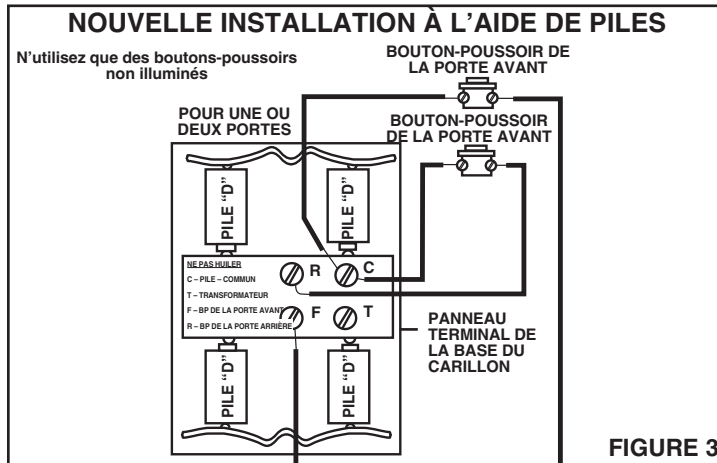

FIGURE 3
3. Passez les fils tel qu'illustré dans la figure 3 dans le cas d'une installation à piles.
Veuillez consulter la figure 3. Connectez les fils du bouton-poussoir aux vis du terminal marquées « Avant » (Front), « Commune » (Common) et « Arrière » (Rear).